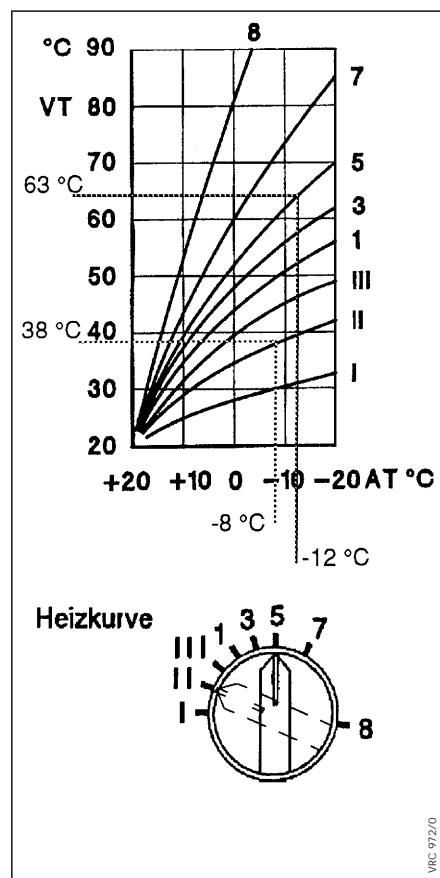

Рис. 5.2 Диаграмма отопительных кривых
На рис. 5.2 диаграммой отопительных кривых представлена зависимость между температурой наружного воздуха и температурой теплоносителя в подающей линии. Температура теплоносителя в подающей линии в конце концов определяет температуру в помещении.
- Стандартная установка на цифру 5 при отоплении с помощью радиаторов / конвекторов (в примере на рис. 5.2 "Диаграмма отопительных кривых" наружной температуре  $-12\text{ }^{\circ}\text{C}$  соответствует температура теплоносителя в подающей линии  $63\text{ }^{\circ}\text{C}$ )
- Стандартная установка на цифру II при панельно-лучистом напольном отоплении (в примере на рис. 5.2 "Диаграмма отопительных кривых" наружной температуре  $-8\text{ }^{\circ}\text{C}$  соответствует температура теплоносителя в подающей линии  $38\text{ }^{\circ}\text{C}$ )